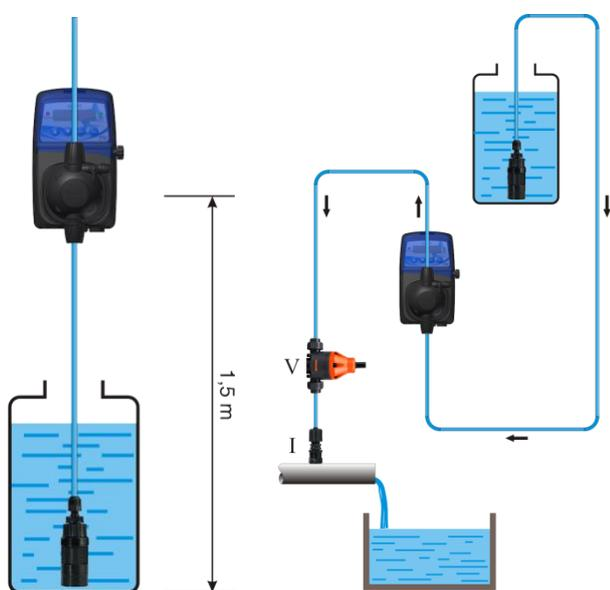

Figura 1
- Ubicare la pompa come in figura 1 tenendo presente che essa può essere fissata sia sotto che sopra il livello del liquido da dosare entro il limite massimo di 2 metri (suggeriamo 1,5 metri). Il punto di iniezione deve essere collocato sempre più in alto del liquido da iniettare.